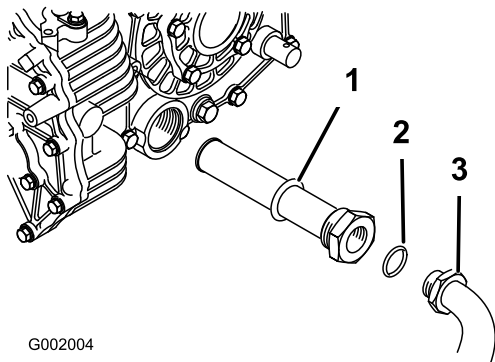

Рисунок 67
5. Снимите гидравлический шланг и 90-градусный фитинг (Рисунок 67).